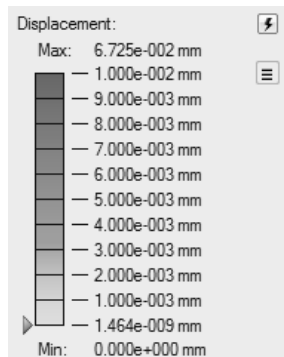

图 12-34
8) 单击图 12-34 上的上限值，将值改为 1e-2 mm，如图 12-34 所示。